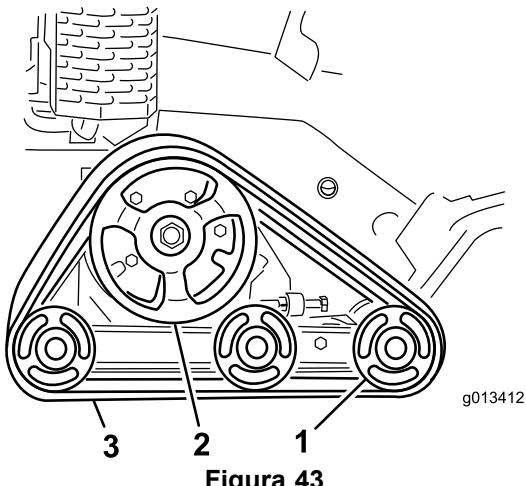

Figura 43
**Importante:** Assicuratevi di pulire a fondo le ruote non motrici e la ruota conduttrice (Figura 43).